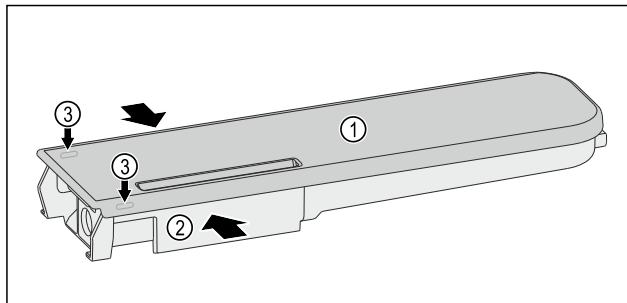

Fig. 173
- Presser le réservoir d'eau Fig. 173 (2) et faire levier pour lever précautionneusement le couvercle Fig. 173 (1) par les ergots Fig. 173 (3).
- Faire légèrement bouger le couvercle Fig. 173 (1) de l'avant vers l'arrière puis le retirer par le haut.